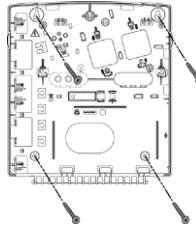

Figure 5-2: Montagelöcher
3. Halten Sie die Gehäuserückseite gegen die Wand und markieren Sie die Montagelöcher wie in Bild 5-2 gezeigt. (4 Montagelöcher um das Gehäuse zu fixieren sowie 1 zusätzliches Loch um den Wandabriss zu gewährleisten).
1. Montieren Sie das rückseitige Gehäuseteil an der vorgesehenen Stelle, siehe hierzu Figure 5-2.